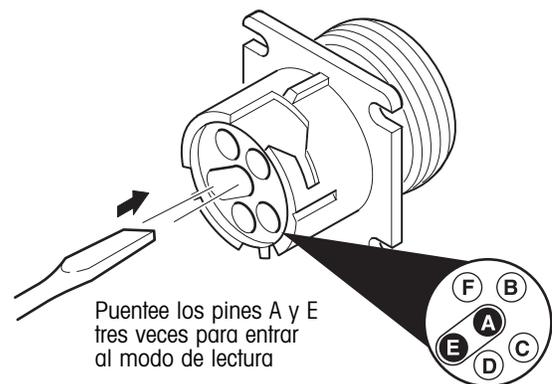

Figura 23. Entrando al modo de lectura
3. Retire la tapa del conector de diagnóstico del arnes HTIS (figura 23). Usando un desarmador, puentee los pines "A" y "E" tres veces consecutivas de la siguiente manera: puentee por aproximadamente un segundo, retire el puente por un segundo. Los pines a puentear se identifican fácilmente por la ranura en el conector. Esta ranura permite el uso de alguna moneda o desarmador para hacer el puente en los pines.